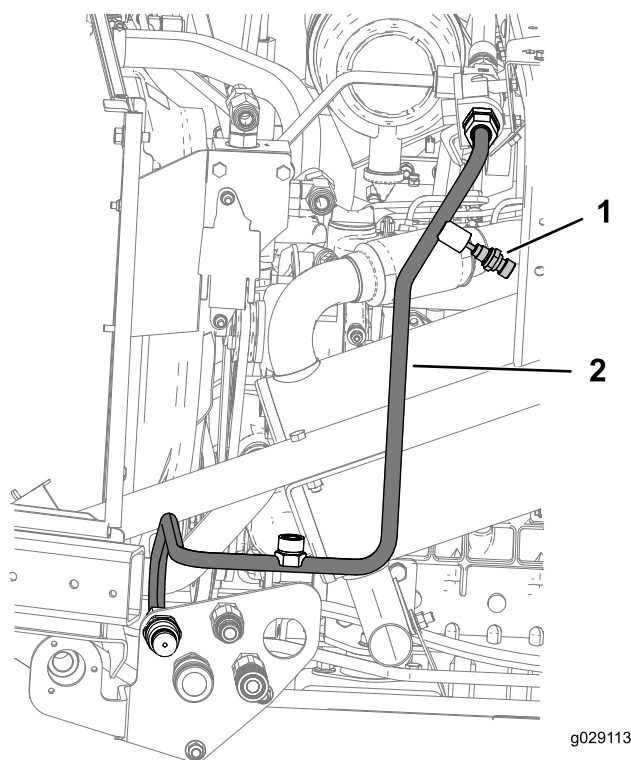

Рисунок 22
перегородки (3,84 дюйма) на перегородке в сборе, как показано на Рисунок 22.
2. Установите передающий датчик температуры в верхнее отверстие на гидравлической трубке Н, как показано на Рисунок 22.